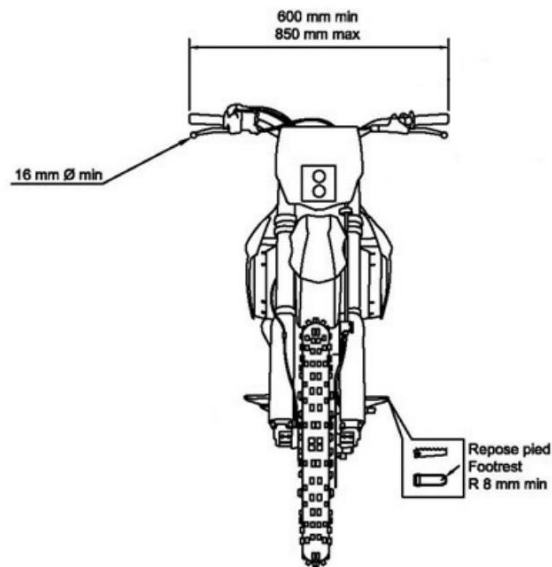

図2
33.01 ハンドルバーの幅：600mm 以上、850mm 以下とする。（図2参照）
35.01 すべてのハンドルバーレバー（クラッチ、ブレーキ等）は原則として先端部がボール状（このボールの直径は最低 16mm とする）になっていなくてはならない。このボールは平らであってもかまわないが、いかなる場合においても先端部分は丸くなっていなくてはならない（平らな部分の厚みは最低 14mm なくてはならない。（図2参照）チューブ形のギアレバーの場合、その端部は丸められていなければならない。
フットレストは確実に取り付けられなければならない。それは折りたたみ式であってもよいが、その場合には通常的位置に自動的に戻るように装備されていなければならない。フットレストの先端には、最低半径8mmの一体型のプロテクションが設けられなければならない（図2参照）。フットレストの歯の高さは最大10mmに規制される。